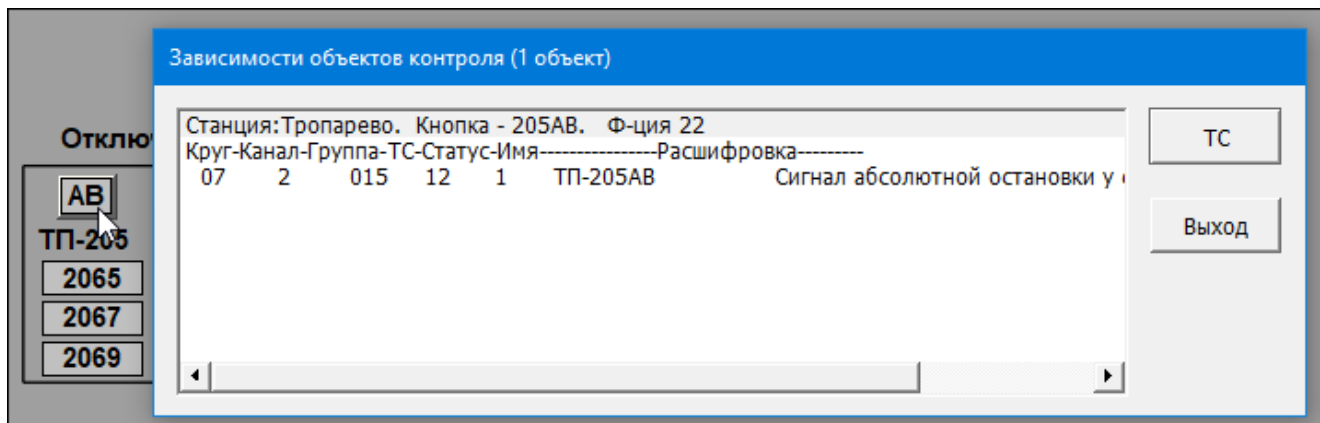

Рис. 3.32 Окно с ТС выбранного объекта
1. Навести указатель «мыши» на объект, при этом название объекта выводится в статусной строке (Рис. 3.32).